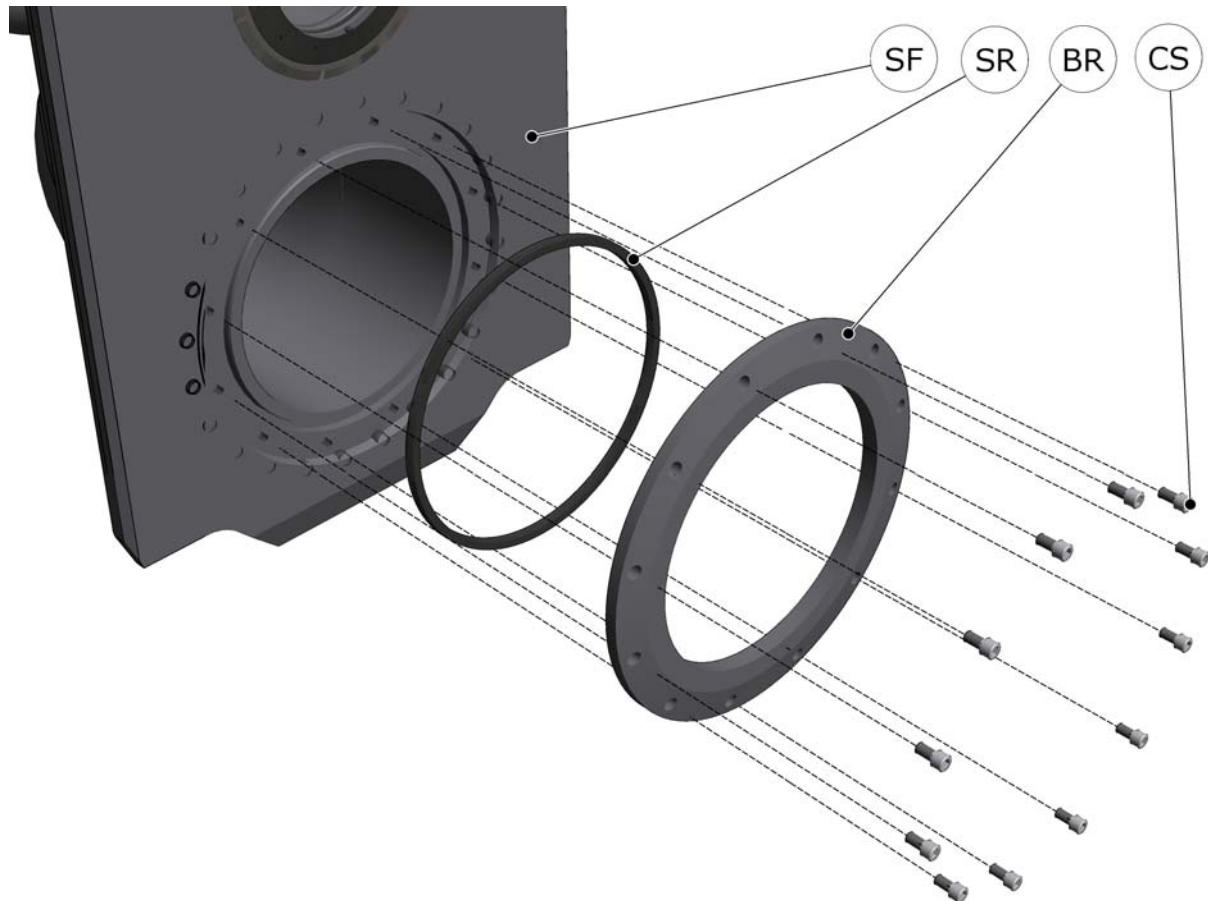
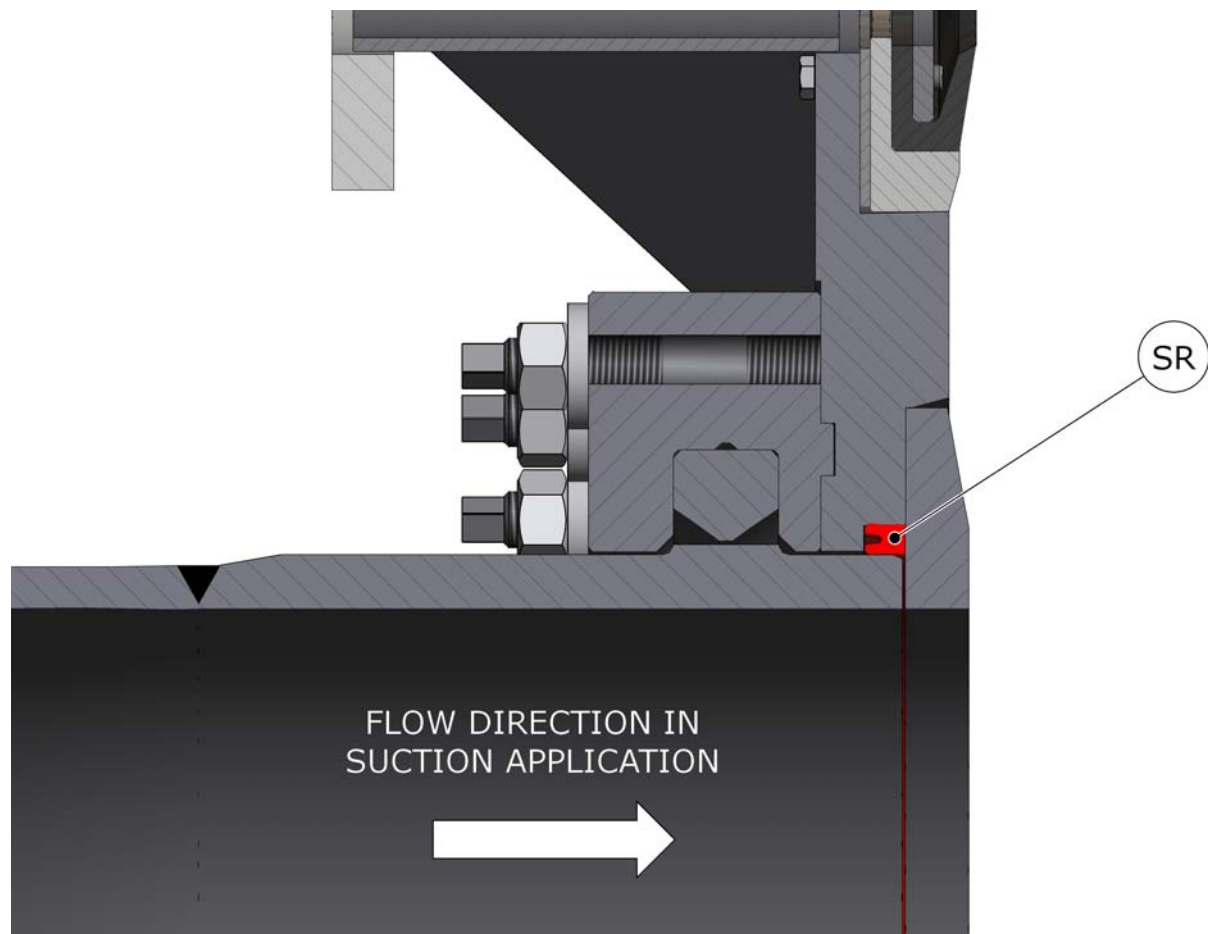

Figure 29 Remplacement de l'anneau d'étanchéité de la glissière
Figure 30 Orientation de l'anneau d'étanchéité de la glissière
1. Levez la glissière (SF, voir la Figure 29) en position haute dans le bossoir parallèle.
1. Contrôlez l'état de l'anneau d'étanchéité (SR, voir la Figure 29). Remplacez-le si nécessaire.
2. Placez l'anneau d'étanchéité (SR) dans l'encoche de la glissière (SF).
**Assurez-vous d'installer l'anneau d'étanchéité en respectant l'orientation indiquée à la Figure 30.**
3. Contrôlez l'état de l'anneau de butée (BR). Remplacez-le si nécessaire.
4. Montez l'anneau de butée (BR) à l'aide des vis de la culasse (CR).